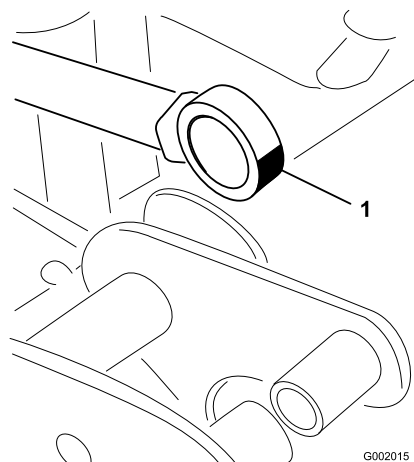

Figure 45
5. Manipulez le côté roulement de la tige d'actionneur et appliquez de la graisse dans le roulement (Figure 45). Essuyez tout excès de graisse.